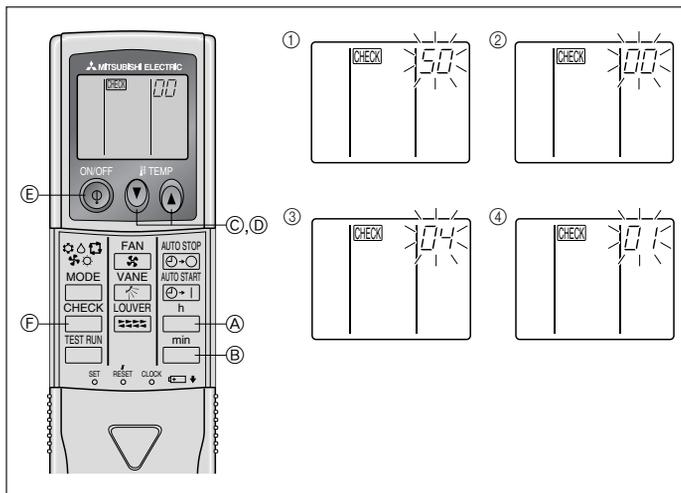

Fig. 6-9
- ⑧ Pulse el botón MODE para que el modo y el número de configuración (I) y (II) estén continuamente activados y se pueda confirmar el contenido de la configuración.
- ⑨ Mantenga simultáneamente presionados los FILTER y TEST RUN durante dos segundos por lo menos. La pantalla de selección de funciones desaparecerá momentáneamente y aparecerá la visualización de desconexión (OFF) del acondicionador de aire.
2) Para controlador remoto inalámbrico (Fig. 6-9)